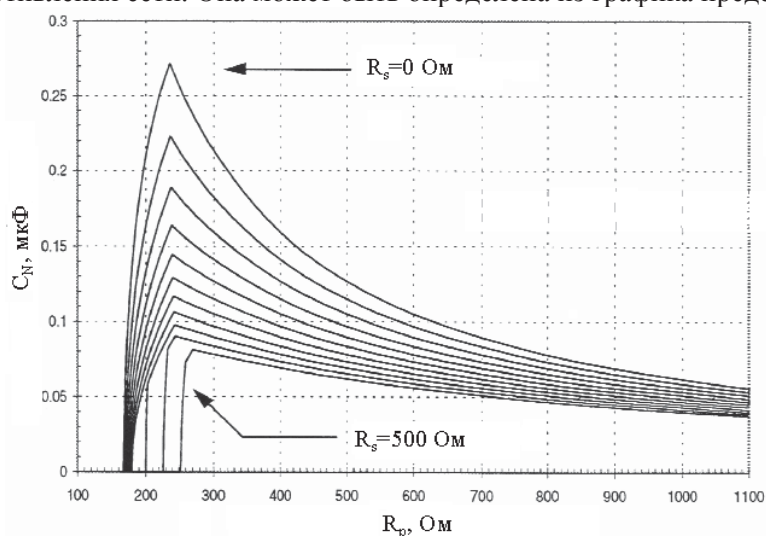

Рисунок 2 - Предельно допустимая емкость HART сети
Максимальная длина кабеля связана с эквивалентным сопротивлением сети и максимально допустимой емкостью системы и должна быть рассчитана. Максимально допустимая емкость системы нормируется и зависит активного сопротивления сети. Она может быть определена из графика представленного на рисунок 2
1) определим максимальную допустимую емкость системы, C_N по заданным R_s и R_p , используя кривые, показанные на рис.2;